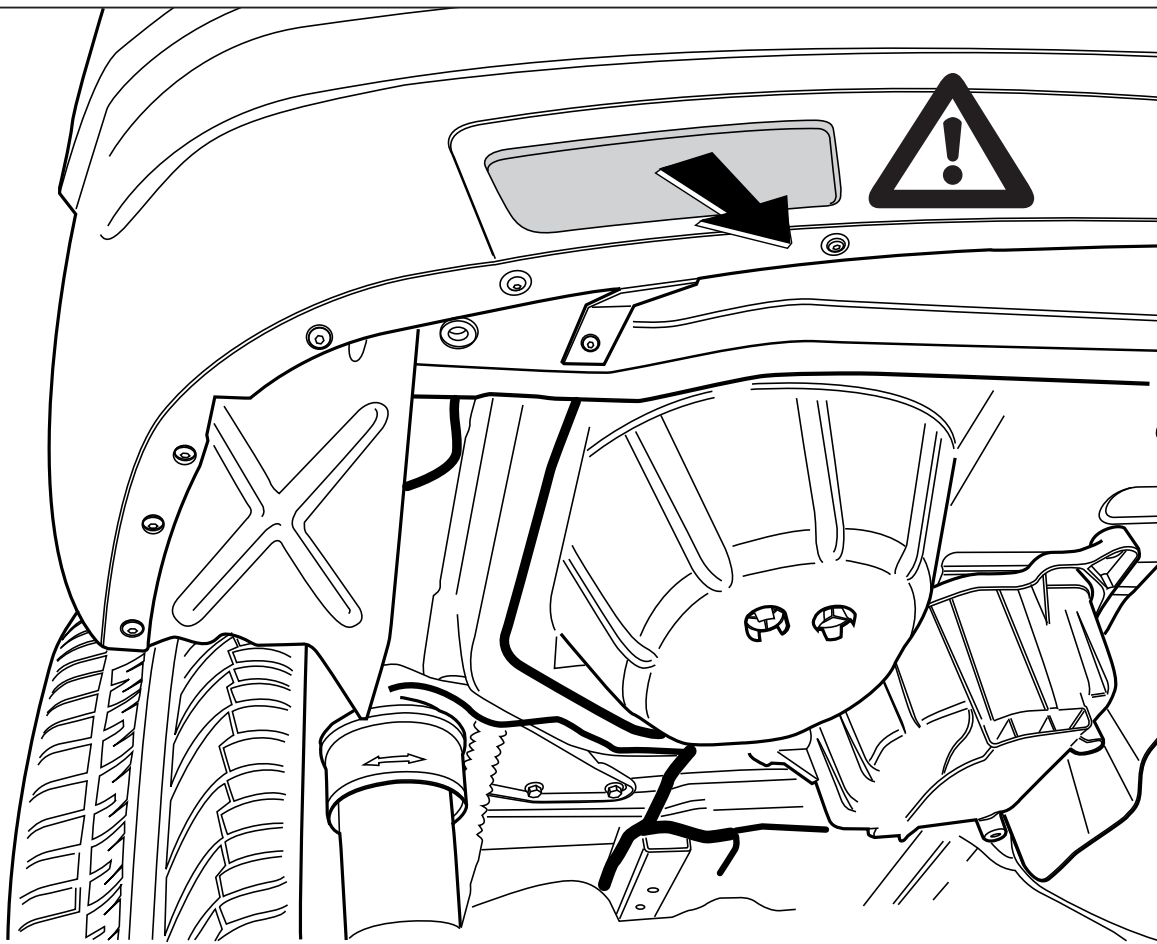

Fig.1
2. Частично снять противогрязевые щитки в надколесных дугах, чтобы облегчить доступ к рабочей зоне см. рис. 1.
1. Снять оба блока задних фар. см. рис. 1.
3. Частично снять противогрязевые щитки в надколесных дугах, чтобы облегчить доступ к рабочей зоне (Вместе с болтами X) см. рис. 1.
10. Установить оба блока задних фар. см. рис. 1.